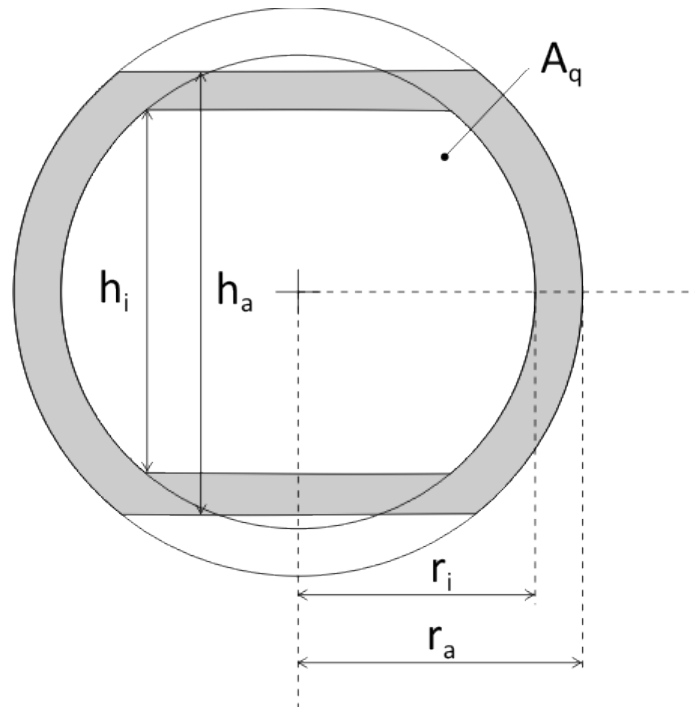

Bild 2: Innenquerschnitt des Schlauchs beim Abquetschen durch die Rollen
- 2.) Ermitteln Sie zunächst die Kennlinie der Innenquerschnittsfläche A_q , die der Schlauch aufweist, wenn er durch die Rollen auf eine gegebene Höhe abgequetscht wird. Gehen Sie dabei davon aus, dass der Schlauch durch das Abquetschen eine Form erhält, die einem Kreis mit durch oben und unten in gleichen Abstand vom Mittelpunkt parallel liegende Sekanten entspricht. Bild 2 verdeutlicht die Form des abgequetschten Schlauches.